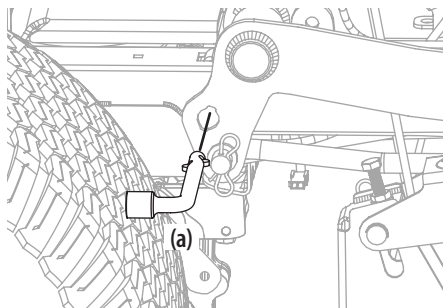

Figure 42
5. Sur les tracteurs équipés du bouton de levage du plateau, utilisez la pédale et le bouton de levage du plateau pour placer le plateau dans la position la plus basse, puis utilisez l'outil multiple (a) pour verrouiller les composants de l'élévateur du plateau en place, comme indiqué dans la Figure 42. Sur les tracteurs équipés d'une poignée de levage du plateau, abaissez le plateau dans la position la plus basse.